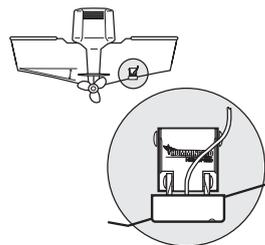

Рис.2: установка
* Правильно установленный излучатель должен быть направлен вертикально вниз. Конструкция излучателя обеспечивает его установку на наклоненных под различными углами днищах с тем, чтобы обеспечить возможность опускания в крайнее нижнее положение вертикально вниз (рис.2).